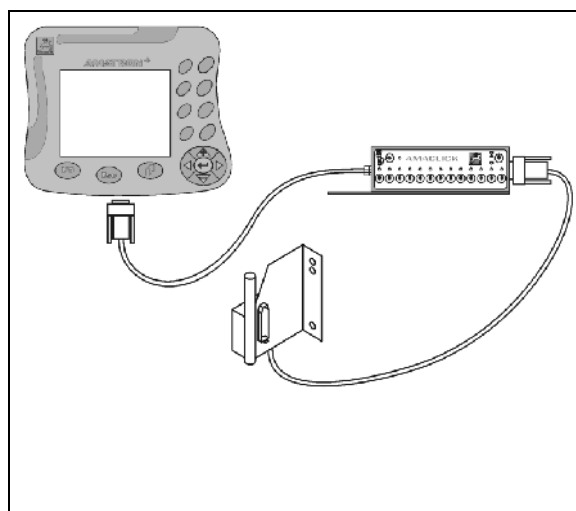

Fig. 134
- uden multifunktionsgrebet Fig. 134.